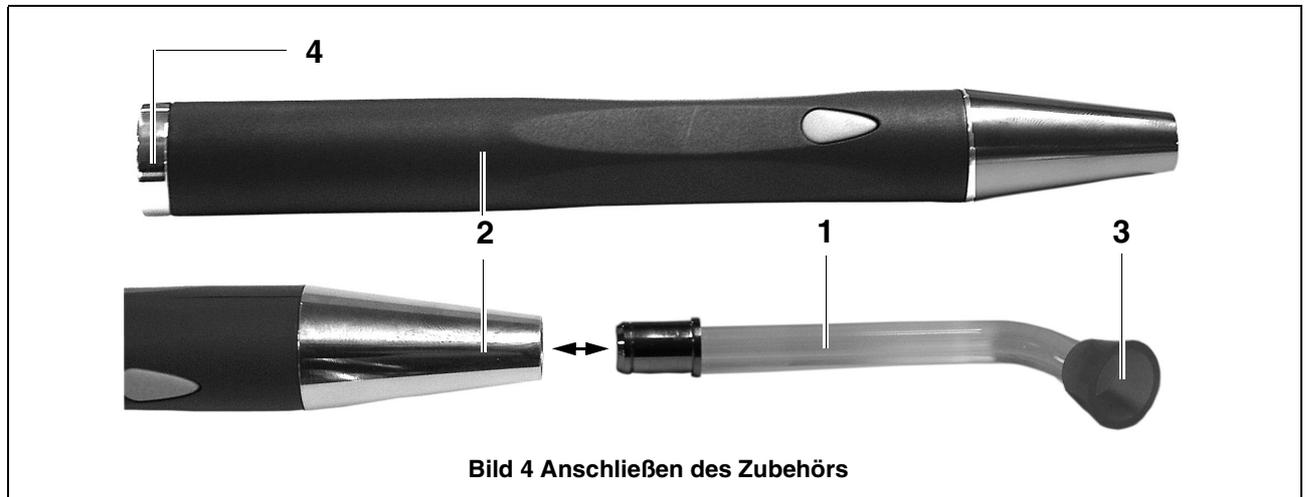

Bild 4 Anschließen des Zubehörs
- Setzen Sie den Lichtleiter (1) unter Ausüben eines leichten Drucks und gegebenenfalls unter Ausführen von Drehbewegungen bis zum Anschlag in das Handstück (2) ein.
- Setzen Sie den Schutzschirm (3) auf das obere Ende des Lichtleiters (1) (siehe Bild 4).
6.4.1 Bezeichnungen von Bild 4
Die elektrischen Kontakte des Handstücks (siehe Bild 4) nicht mit Metallgegenständen oder Flüssigkeiten kurzschließen.